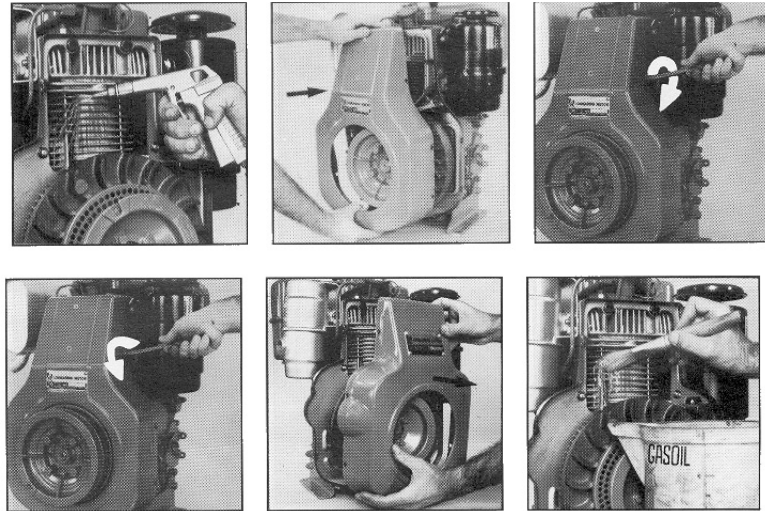

Рис. 29
4. Снять кожух, промыть дизельным топливом и продуть сжатым воздухом ребра охлаждения цилиндра (рис. 29).